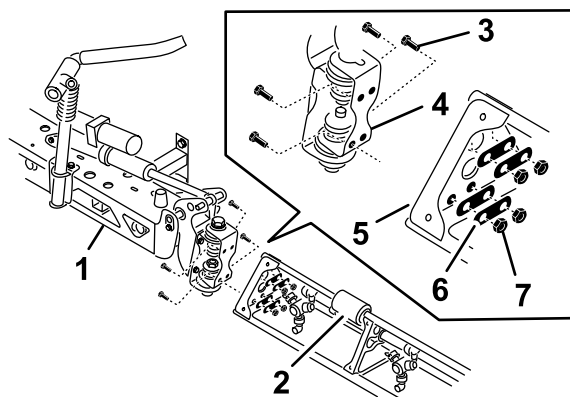

Figura 40
- Ruotate ciascuna staffa orientabile all'estremità della sezione della barra centrale in modo che le staffe siano allineate in senso verticale (Figura 40).
4. Montate la piastra della cerniera sulla piastra triangolare utilizzando 4 bulloni a testa flangiata, 4 piastre di supporto e 4 dadi di bloccaggio (Figura 40) che avete rimosso al passaggio 1.
6. Allineate l'estremità dell'asta del cilindro di sollevamento con i fori nella protuberanza della staffa orientabile (Figura 40)
7. Fissate l'estremità dell'asta alla protuberanza della staffa orientabile con un perno con testa e una coppiglia (Figura 40).